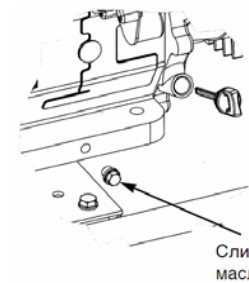
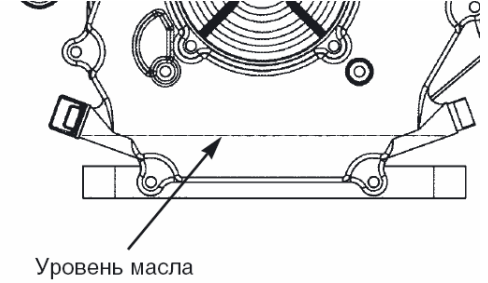

Рис. 5.
Рис. 6.
9.2.1. Вывинтить щуп-пробку поз. 24 (рис. 1) из горловины картера, см. также рис. 5. Опустить в горловину сухой, чистый щуп и вытащить его - край смоченной маслом области должен располагаться между отметками минимального и максимального допустимого уровней.
9.2.2. Залить в горловину масло до нижнего края заливного отверстия (рис. 6). Проверить уровень масла в соответствии с п. 9.2.1.
9.6.1. На прогревом до рабочей температуры двигателя вывинтить пробку для слива масла поз. 23 (рис. 1), см. также рис. 5., поместив под сливным отверстием вспомогательную емкость. После прекращения истечения масла установить пробку на штатное место и затянуть. Залить масло в горловину, удалив щуп поз. 24 (рис. 1), см. также рис. 6, до нижнего края заливного отверстия (рис. 6). Проверить уровень в соответствии с п. 9.2.